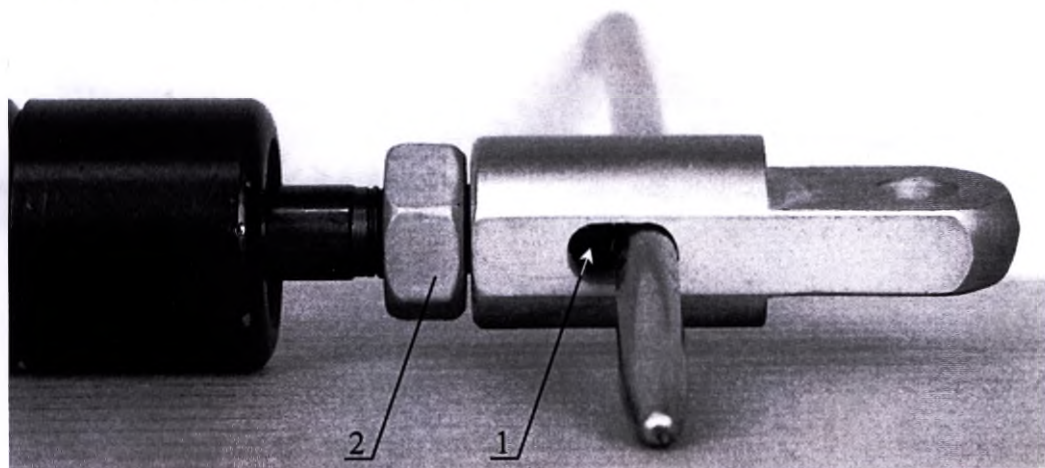

Рисунок 16. Регулировка газовых пружин.
12.4.2 Вставьте прут $\varnothing 5$ в паз пружины (Рисунок 16) и вверните головку до соприкосновения с фиксатором пружины 1, затяните гайку 2.